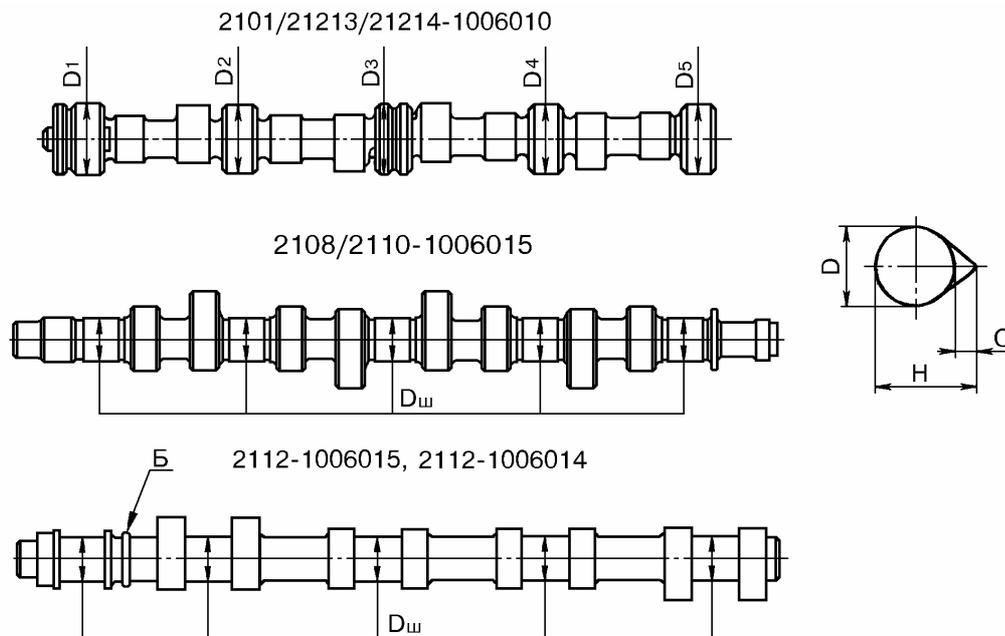

Рис.32.
4.2.7 Вал распределительный, рис.32.
Впускной распределительный вал 2112-1006015 отличается от выпускного распределительного вала 2112-1006014 наличием выступающего пояса Б, рис.32, после первой опорной шейки.